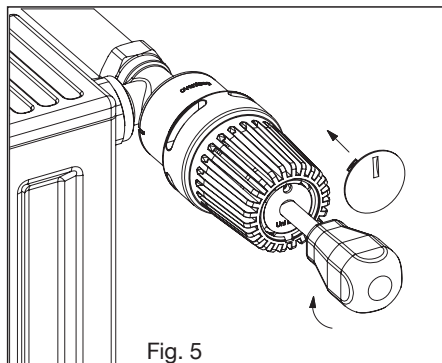

Fig. 5
3. Pour terminer, enfoncer la pastille frontale (fig. 5).